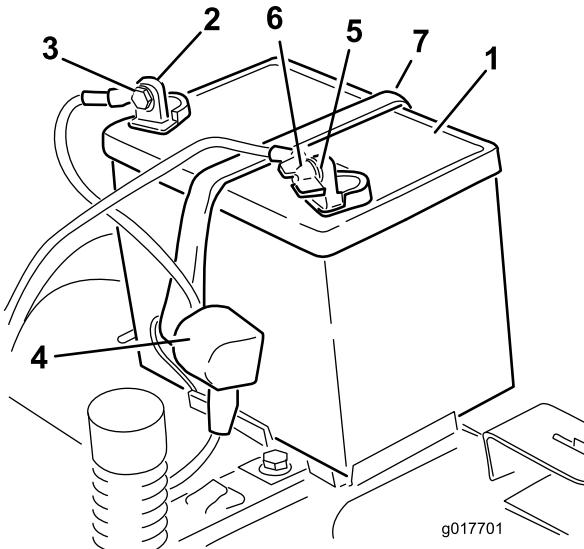

Figura 37
5. Deslice hacia arriba la cubierta de goma del cable positivo (rojo). Desconecte el cable positivo (rojo) del borne de la batería (Figura 37). Guarde todos los herrajes.
6. Retire la correa de sujeción de la batería (Figura 37) y levante la batería para retirarla de su bandeja.
4. Desconecte el cable negativo de tierra (negro) del borne de la batería (Figura 37). Guarde todos los herrajes.
- Coloque la batería en la bandeja (Figura 37).
- Fije la batería con la correa de sujeción (Figura 37).